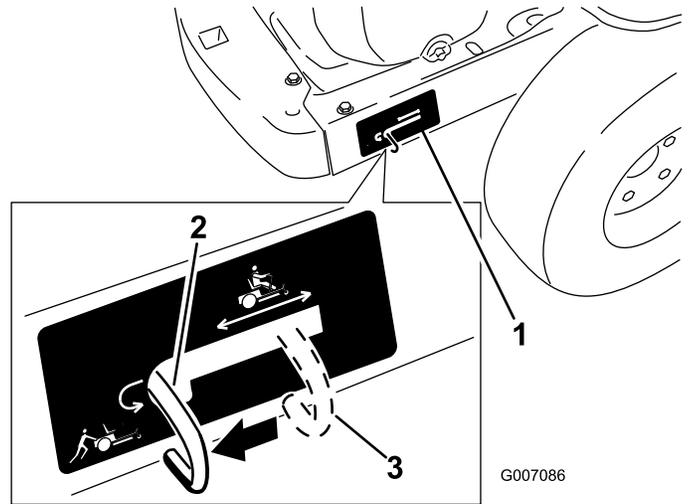

Bild 23
4. Schieben Sie die Bypasshebel nach hinten und dann nach unten, um sie zu arretieren, wie in Bild 23 dargestellt, um die Radmotore auszukuppeln. Wiederholen Sie die Schritte an jeder Maschinenseite.
Schieben Sie die Bypasshebel nach oben und drücken Sie sie dann nach vorne in die **Mitte** des horizontalen Schlitzes (Bild 23), um die Radmotore einzukuppeln.